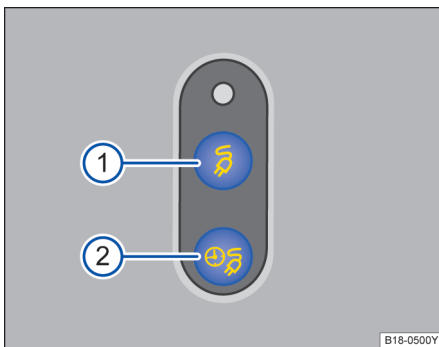

图 114 示意图：① 立即充电按钮，② 延迟充电按钮。
- 按压立即充电按钮⇒图 114 ①，可中断或继续充电过程，此时充电插头仍保持锁止状态。
- ① 绿色指示灯持续亮起：充电过程已结束。
- ② 绿色指示灯脉动式亮起：正在充电。
- ③ 离开车辆后绿色指示灯快速闪烁约 1 分钟：已通过信息娱乐系统设定延迟充电（出发时间），但尚未开始。此时延迟充电按钮  中的指示灯 ⇒ 图 114 ② 也将亮起。
- ④ 黄色指示灯闪烁：请将换挡杆置于 P 位置。
- ⑤ 黄色指示灯持续亮起：请检查充电电缆或电源。使用随车充电电缆时，控制盒上会显示电源状态。必要时请具有相应资质的专业人员提供专业帮助。
- ⑥ 红色指示灯持续亮起：充电系统存在故障。请联系专业人员处理。